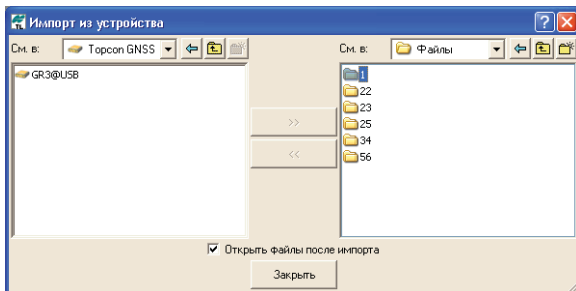

Рис. 5-4. Окно “Импорт из устройства”
3. В диалоговом окне **Импорт из устройства**, в левой его части, откройте папку *Topcon Receivers* (Рис. 5-4).
Программа осуществит автоматический поиск приемников Topcon, подсоединенных ко всем имеющимся на компьютере портам COM и USB. После окончания процесса поиска будут отображены значки, обозначающие все приемники, подсоединенные к портам компьютера (Рис. 5-4).